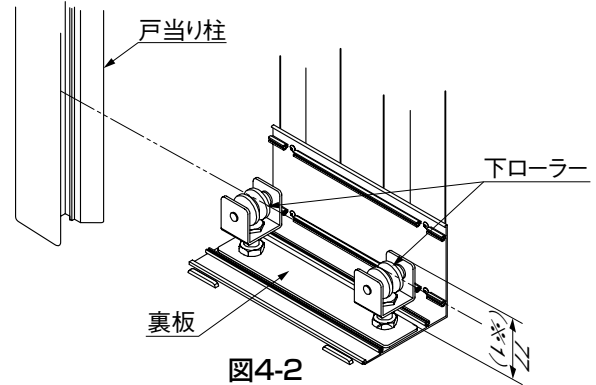

図4-2
- ② また裏板から下ローラー上面の高さが77mmかどうか測定してください。（図4-2 ※1）